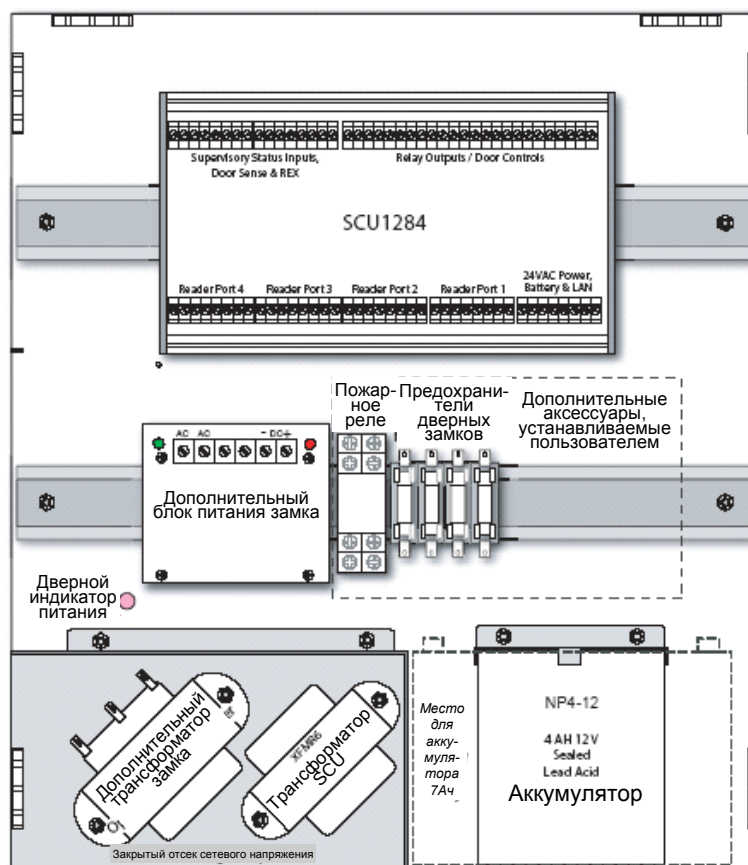

Рис. 4. Пример размещения устройств в корпусе SCU
6. Присоедините клемму к стойке заземления в корпусе (см. Рис. 4). Затяните соединение, используя гайку 4 мм * 0,70 и контровочную шайбу.
- а. Установите трансформатор диагонально на две крайние левые монтажные стойки в сетевом отсеке, как это показано на рис. 4 на странице 12.